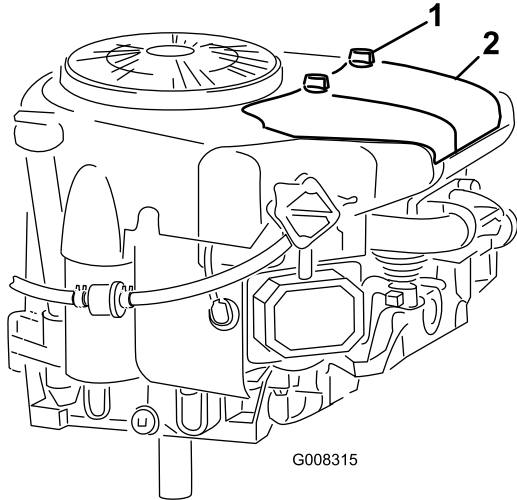

Figura 20
2. Desenrosque los pomos y retire la cubierta del limpiador de aire (Figura 20).